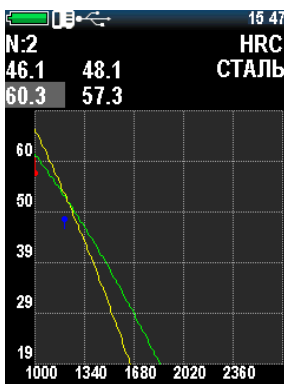

Рисунок 2.39 – После корректировки для второго образца
8. Нажмите «  », чтобы настроить значение второго образца, последовательность действий аналогична, как и при настройке первого образца. По завершению всех операций дисплей прибора примет вид как на рис. 2.39.